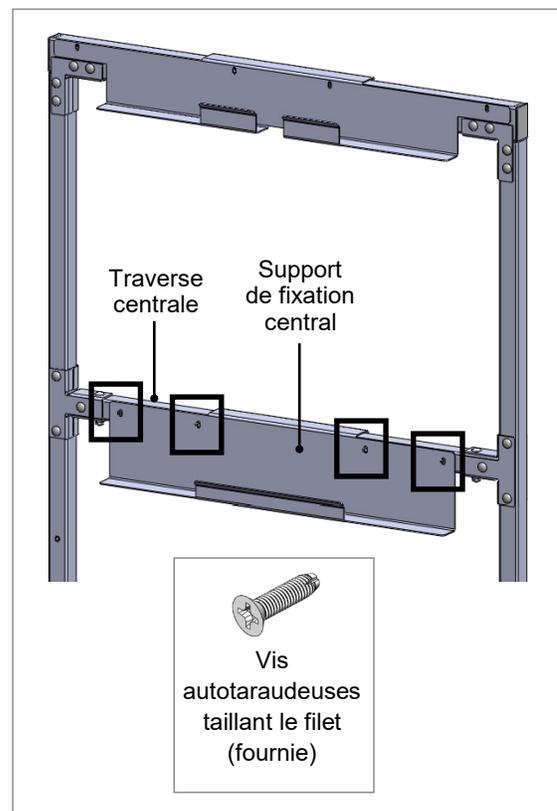

Fig. 11 Immobilisez le support de fixation central
9. Fixez le support de fixation central à la traverse centrale à l'aide de quatre (4) vis autotaraudeuses taillant le filet (figure 11).